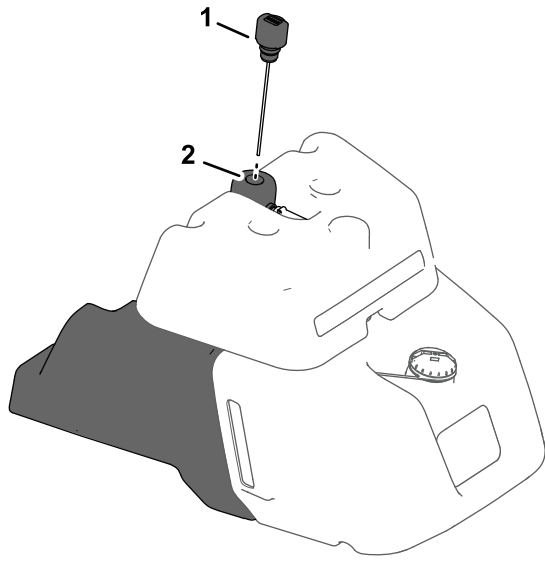

图37
- 如果机器在燃油油箱侧面有一个燃油目测油位计，请找到液压油箱顶部液压系统的量油尺（图 37），然后转至步骤 5。